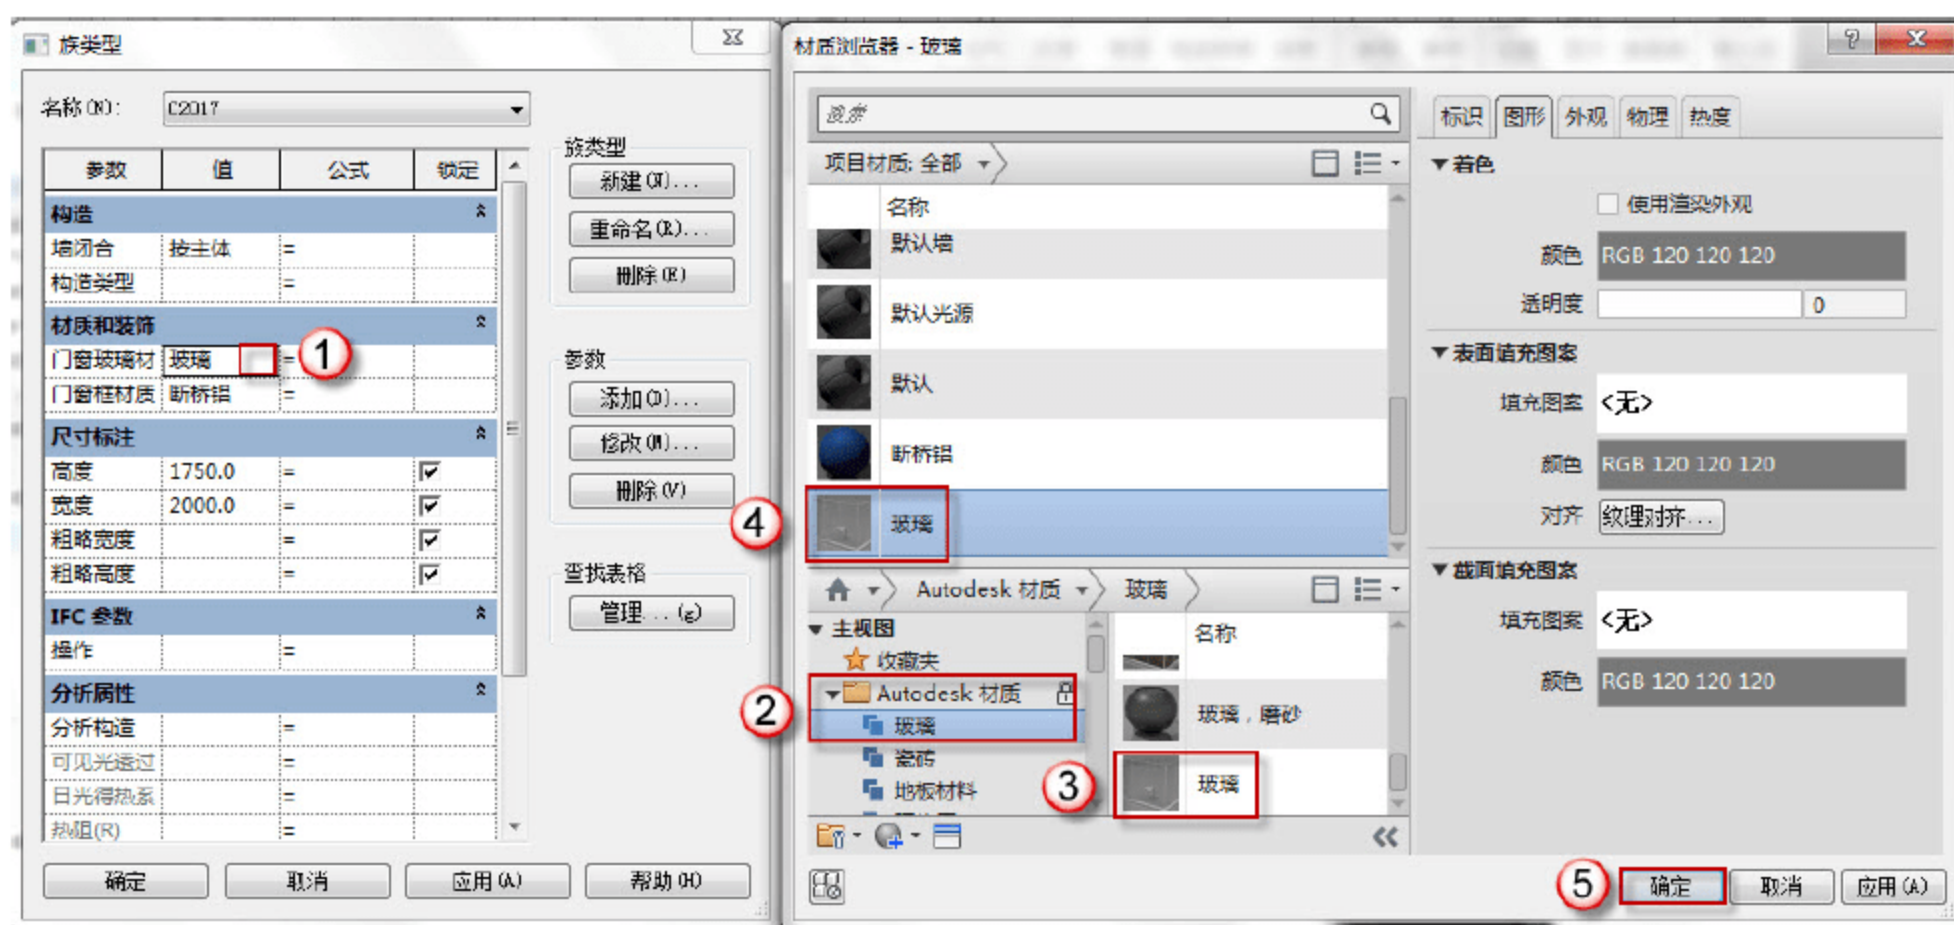

图 7.1.58 编辑门窗玻璃材质
(11) 编辑材质。单击“族类型”按钮,弹出“族类型”对话框,单击“材质和装饰”栏“门窗玻璃材质”后的“<按类别>”按钮,弹出“材质浏览器”对话框,选择“主视图”→“Autodesk 材质”→“玻璃”→“玻璃”选项,双击“玻璃”材质将其添加到“文档材质”。选择“文档材质”中的“玻璃”材质,单击“材质浏览器”对话框中的“确定”按钮,如图7.1.58所示。